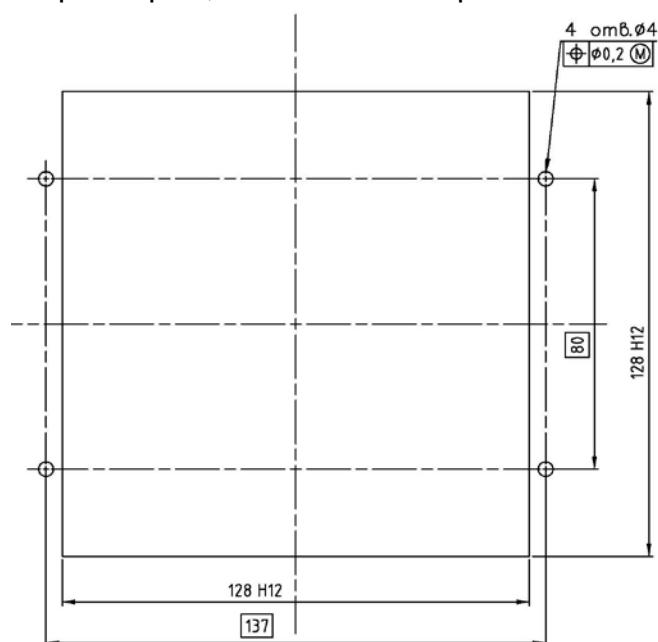

Рис. 6. Размеры окна для монтажа БОИ в приборном щите.
2.2.7.3 Для установки БОИ в приборный щит необходимо сделать в щите окно и четыре отверстия по размерам, показанным на рис. 6.